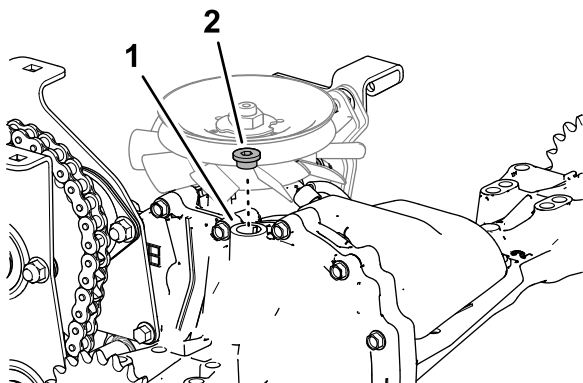

Figure 57
2. Enlevez le bouchon de l'orifice latéral du carter (Figure 57).